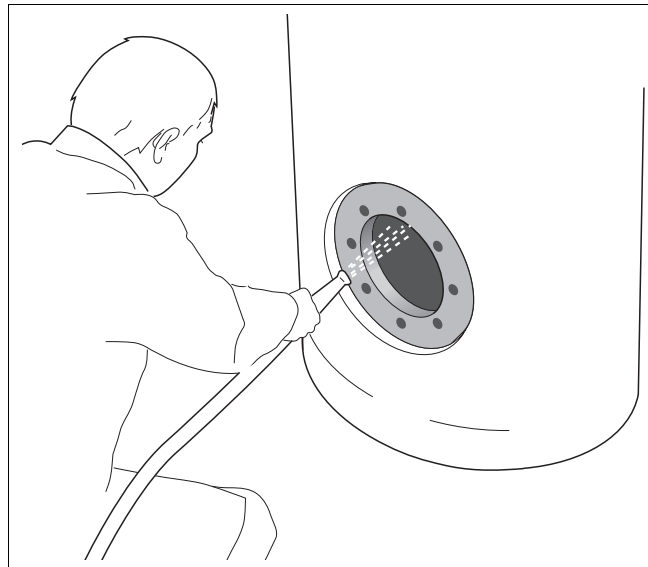

Рис. 12 Промывка бака-водонагревателя
- Промойте бак внутри "острой" струёй холодной воды с давлением 4 – 5 бар (рис. 12).